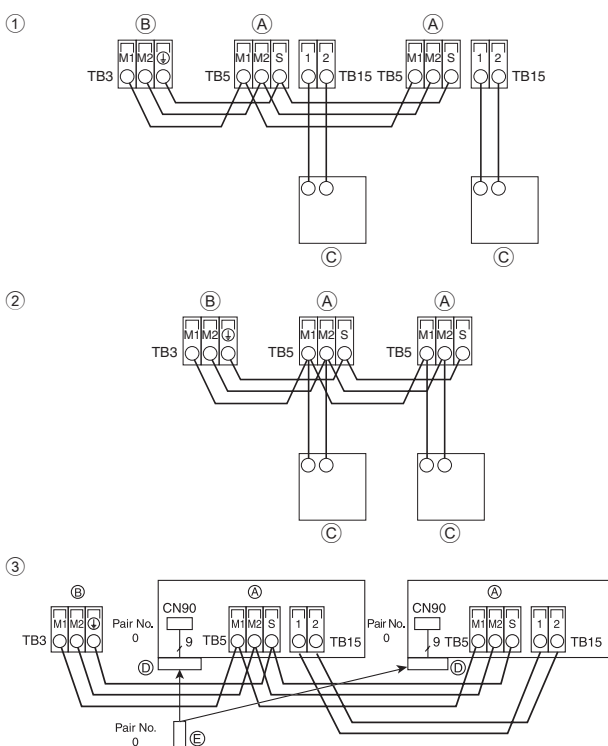

Fig. 6-3
6.4. Conexión de los cables de transmisión del mando a distancia y de las unidades exterior e interior (Fig. 6-3)
① Mando a distancia MA
② Mando a distancia M-NET
③ Controlador remoto inalámbrico (al instalar un receptor de señales inalámbricas)